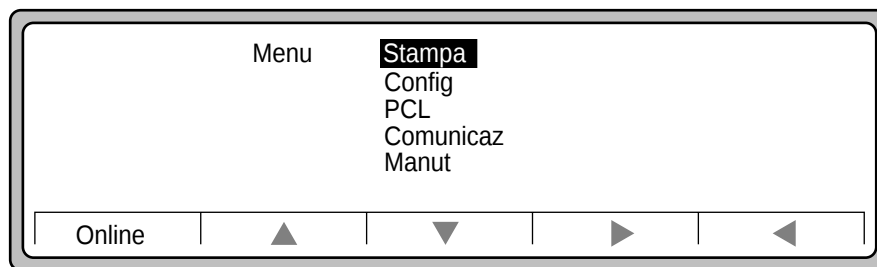

Figura 4-8 Menu
1. Premere Menu sullo schermo principale. Viene visualizzata la Figura 4-8.